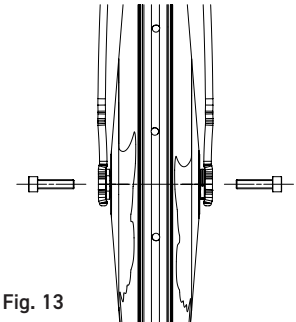

Fig. 13
- Visser partiellement les deux vis fournies avec la roue à l'aide d'une clé Allen de 5 mm (Fig. 13).